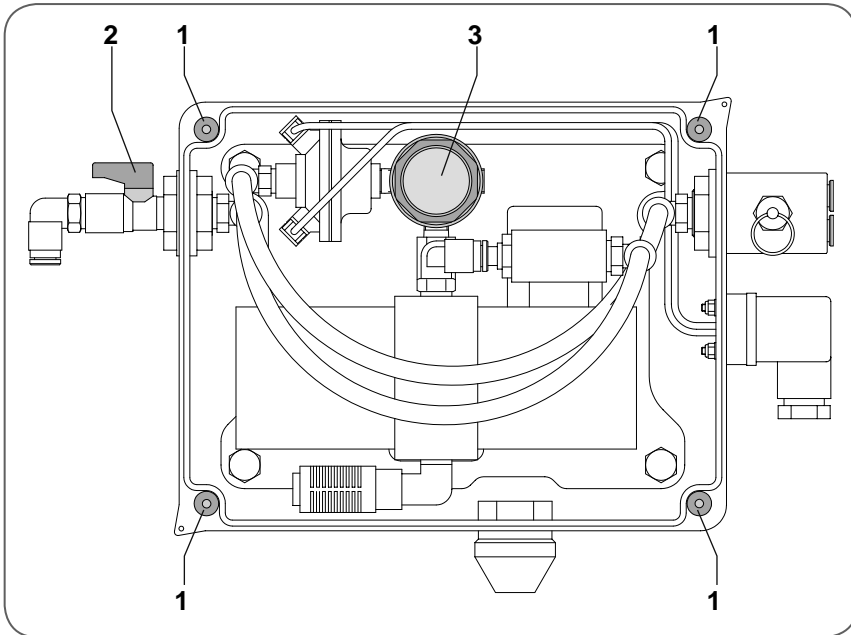

Abb. 13 - Steuereinheit offen 03 001 0184 00
1. Öffnen der Steuereinheit durch lösen der Schrauben (4x) ► *Abb. 13*, (Pos. 1) am Deckel.